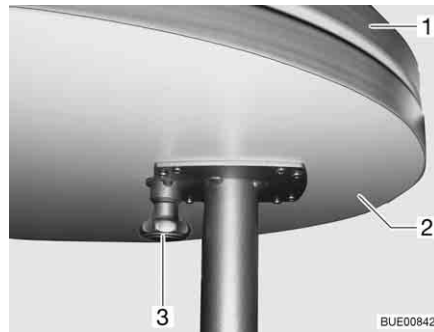
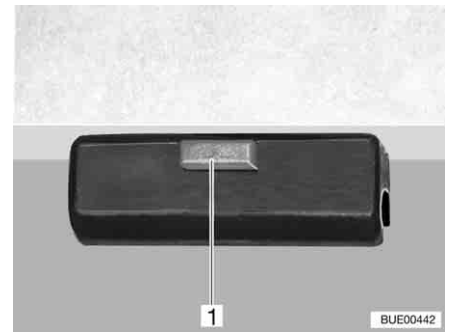

Fig. 99 Rallonge de table pivotante
Fig. 100 Dispositif de verrouillage
- Tirer le bouton (Fig. 99,3) du dispositif de verrouillage vers le bas et sortir la rallonge de table (Fig. 99,2).
- Faire pivoter la rallonge de table (Fig. 99,2) sous le plateau de table (Fig. 99,1) jusqu'à ce le dispositif de verrouillage (Fig. 100,1) s'enclenche de façon perceptible.
- Desserrer le dispositif de verrouillage (Fig. 100,1) du plateau de la table.